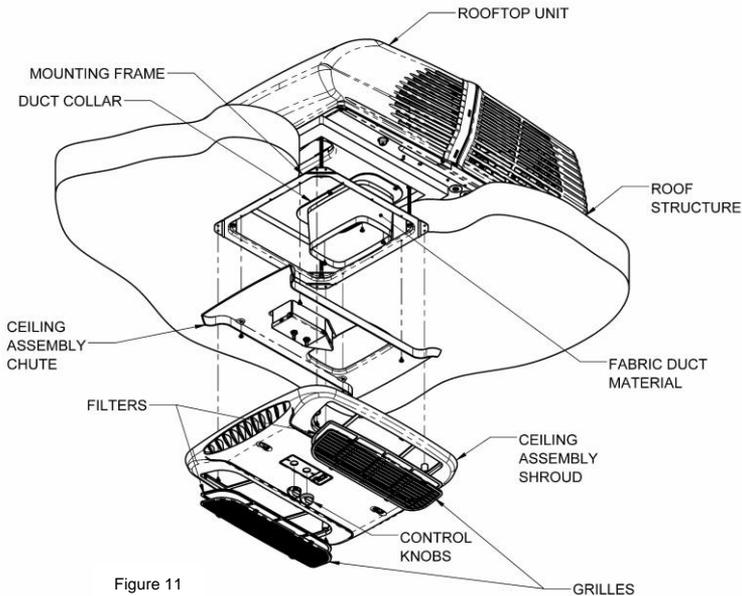

Figure 11
- B. Fixer le collet de conduit au bac collecteur de pompe à chaleur avec 3 vis fournies (voir la figure 11).
- H. Soulevez la chute de l'ensemble de plafond jusqu'au cadre de montage et fixez-la avec les 4 vis de montage fournies (voir Figure 11).
K. Relevez le carénage du plafond, assurant qu'il est en prise avec la goulotte, et le fixer sur le châssis de montage avec 4 vis fournies (voir la figure 11).